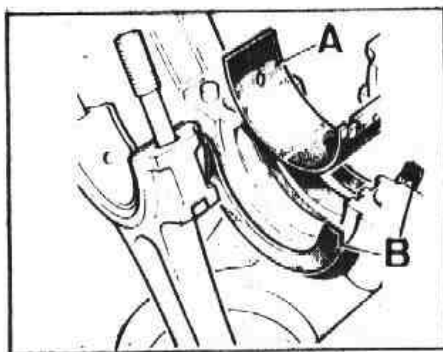
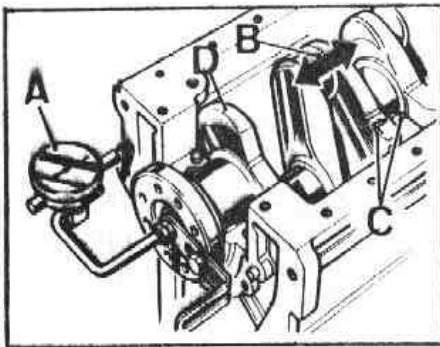

Fig. A1-110 Desmontaje de semicojinetes superiores y arandelas de empuje
Fig. A1-111 Comprobación del juego longitudinal del cigueñal
- 1.6. Retirar el cigueñal, los semicojinetes superiores, A (Fig. A1-110) y las arandelas de empuje, B, situadas una a cada lado del cojinete central.
- 2.3. Situar las arandelas de empuje, B (Fig. A1-110) a cada lado del cojinete central. Limpiar perfectamente las muñequillas y muñones del cigueñal, así como los semicojinetes y lubricarlos abundantemente con aceite del motor.
- 2.4. Montar el cigueñal e instalar en su brida un comparador de reloj, A (Fig. A1-111) por medio del soporte, 530106. Medir el juego longitudinal que deberá ser de 0,05 a 0,15 mm. Si no fuera así corregir por medio de las arandelas de empuje, B (Fig. A1-110).